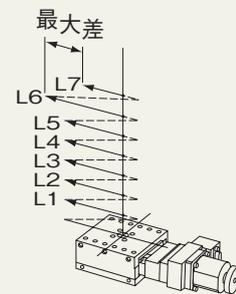

図4
②繰り返し精度【図4】[JIS B 6191-1993 準拠]